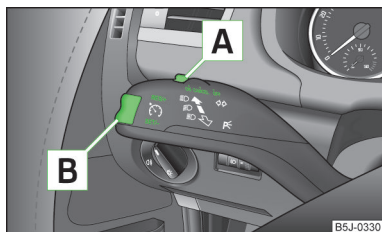

Fig. 98
- Pousser le commutateur **A** » fig. 98 sur la position **ON**.
- Pousser le bouton à bascule **B** » fig. 98 à la page 118 dans la position **RES**.
- Pour **réduire** la vitesse mémorisée, appuyez sur le bouton à bascule **B** » fig. 98 à la page 118 pour le placer en position **SET**.
Le régulateur de vitesse se **désactive temporairement** si vous poussez le commutateur **A** » fig. 98 à la page 118 dans la position **CANCEL** ou enfoncez la pédale de frein ou d'embrayage.
- Pousser le commutateur **A** » fig. 98 à la page 118 vers la droite sur la position **OFF**.